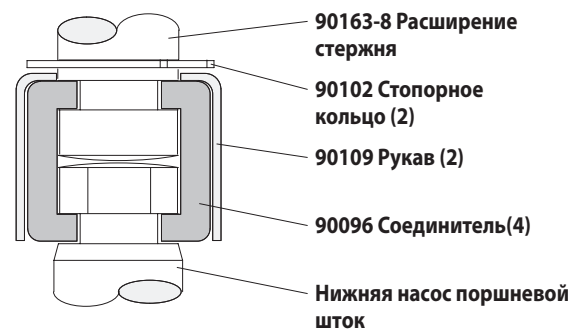

Рисунок 2
- Использование е кольцо плоскогубцы, слайд стопорное кольцо вверх достаточно далеко чтобы позволить втулку, чтобы двигаться вверх и отпустить два разъема (см. рисунок 2). Пневматический двигатель отложите в сторону.